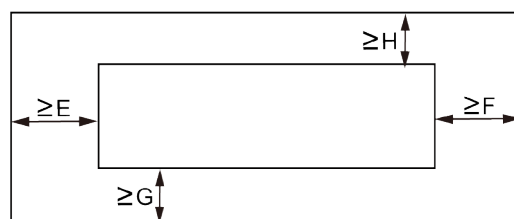

Fig.3.2.3
- 8 Un espace destiné au raccordement des tuyaux doit être laissé libre autour de l'unité, comme indiqué à la figure 3.2.3.